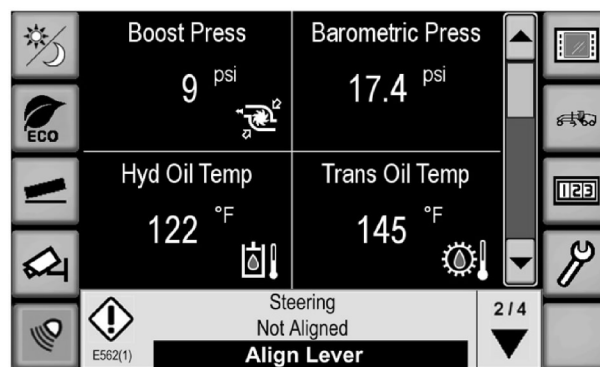

Ilustración 110
Para activar el control de dirección, la palanca universal izquierda debe estar alineada con relación al ángulo de dirección de las ruedas delanteras. Si la palanca universal izquierda no está alineada, el indicador de dirección se ilumina y se muestra un "suceso". Consulte la ilustración 110. Si la palanca universal izquierda no está alineada, no es posible maniobrar la dirección. Desconecte el freno de estacionamiento o haga un cambio a una posición diferente a la posición NEUTRAL, a menos que las condiciones requeridas para la anulación del freno de estacionamiento se hayan cumplido.
- El suceso de alineación de palanca universal desaparece de la pantalla. Consulte la ilustración 110 .